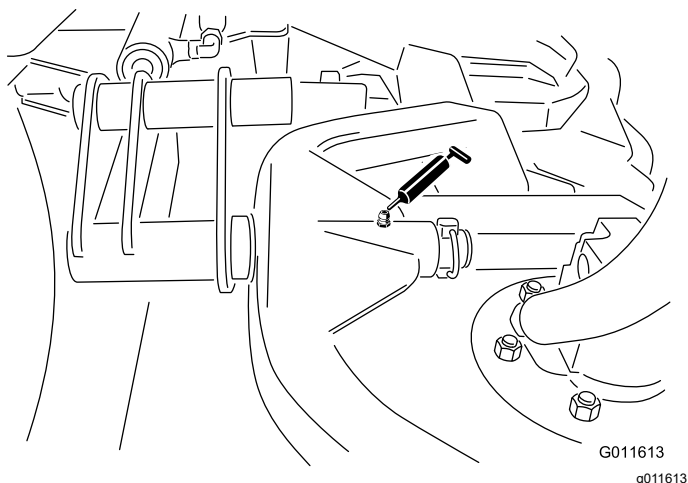

Figura 66
- Estrutura de suporte da articulação da unidade de corte (1 de cada) – Figura 66